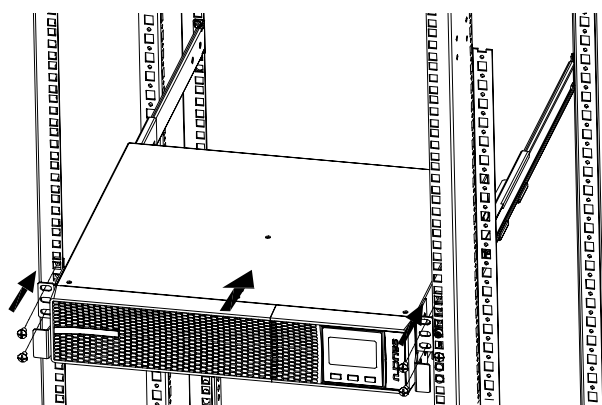

Fig. 8. Montagem rack em armário 19".
- Para instalar um equipamento no armário rack de 19", proceda da seguinte forma (ver Fig. 8):